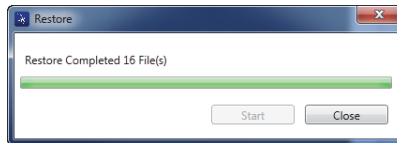

Figura 7-31 Caixa de diálogo Restore (Close)
5. Quando o processo de restauração estiver concluído, clique em **Close** (veja Figura 7-31 na página 217).